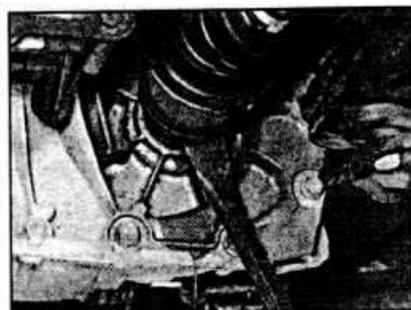

Рис. 8.4. Извлечение приводного вала из коробки передач.
- Извлеките приводной вал из коробки передач. Для этого вставьте между внутренним ШРУСом и картером коробки передач монтажку и в то время когда помощник будет тянуть приводной вал наружу, сильным резким ударом по концу монтажки выбейте приводной вал из зацепления в полуосевой шестерне дифференциала (см. рис. 8.4). Вместо извлеченного приводного вала вставьте в коробку передач пластмассовые или деревянные заглушки.